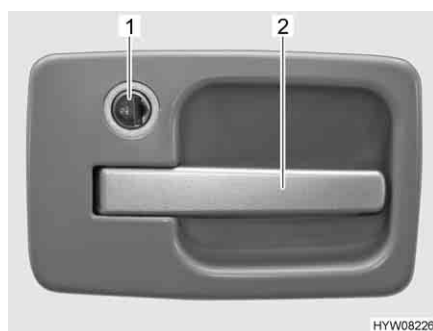

Fig. 29 Serrure de la porte cellule, à l'extérieur
- Insérer la clé dans le barillet (Fig. 29,1) et la tourner jusqu'au symbole "U". La serrure de la porte est déverrouillée.
- Tirer sur la poignée de la porte (Fig. 29,2). La porte est ouverte.
- Insérer la clé dans le barillet (Fig. 29,1) et la tourner jusqu'au symbole "🔒". La serrure de la porte est verrouillée.